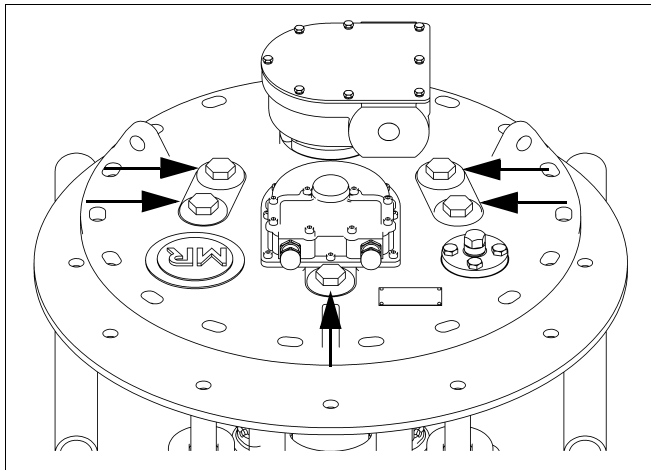

рис. 103 Откручивание резьбовых заглушек
6) Открутите и удалите все 5 резьбовых заглушек (SW 30 мм, рис. 103).